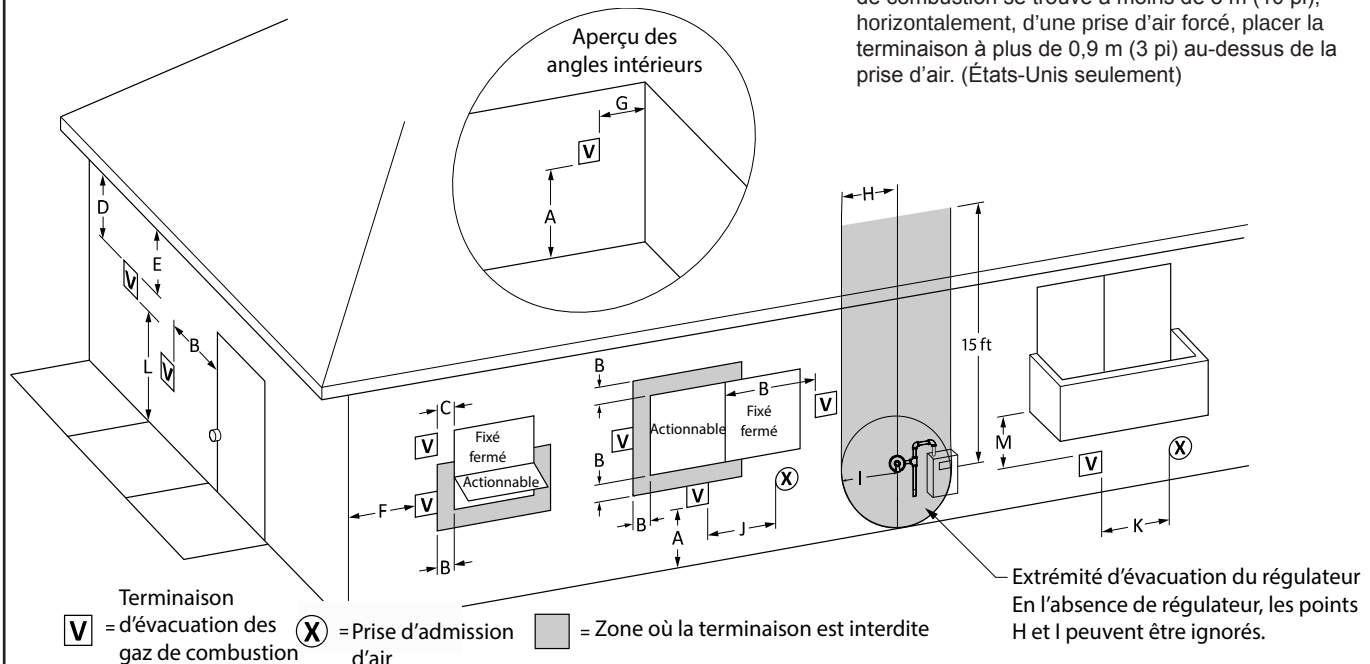

Figure 4. Air de combustion et évacuation des gaz de combustion par un mur latéral
1. La Figure 4 illustre les exigences en termes de dégagements des terminaisons d'évacuation des gaz de combustion pour les États-Unis et le Canada.
4. Si l'évacuation du chauffe-piscine est murale, sur le même mur, la terminaison d'évacuation des gaz doit être placée au minimum à 90 cm (3 pieds) de la terminaison de prise d'air de combustion horizontalement, et à 30 cm (1 pied) au minimum au-dessus de celle-ci (voir Figure 4).